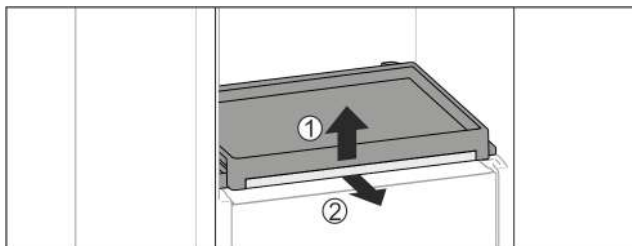

Fig. 77
- Выньте выдвижную панель со стеклянной панелью: Слегка приподнимите спереди стеклянную полку Fig. 77 (1) и потяните вперед Fig. 77 (2).